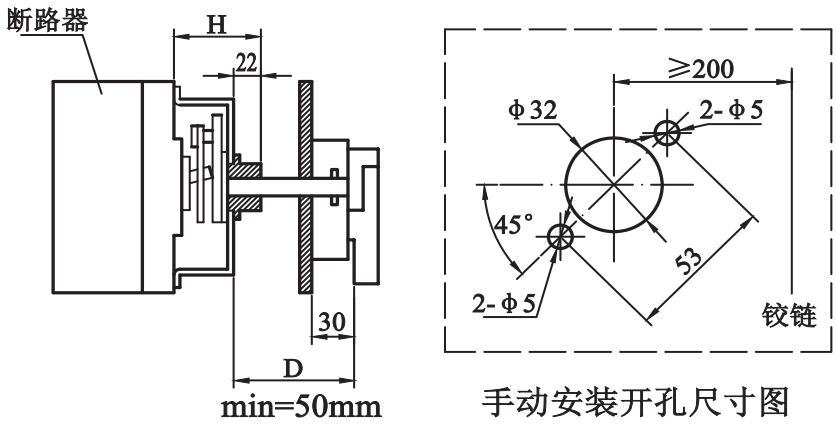

图4 手动操作机构尺寸图
5.2.2 手操机构安装时先按图示尺寸开孔,在开关柜门板上当转动手柄“OFF”指示在水平位置时固定好柄。然后试着操作手柄，转动应灵活自如，并且手柄在水平位置时断路器应分闸，手柄在垂直位置时断路器应合闸。具体见图4和表7。